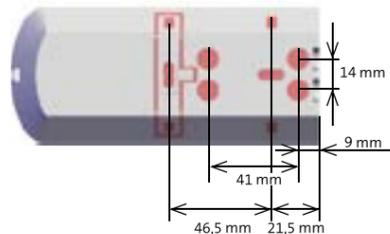

Abb. 2 Gehäuseunterteil
- Durchstoßen Sie die Silikondichtung für die benötigten Befestigungsbohrungen und Kabeleinführungen mit einem Schraubendreher (siehe Abb. 2).